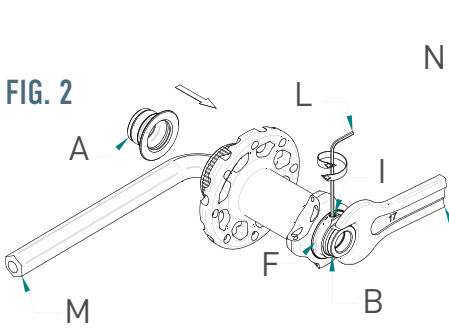
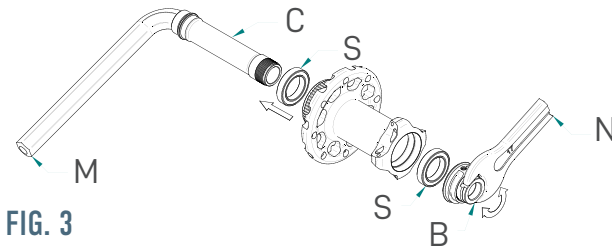

FIG. 2
FIG. 3
- Sullo stesso lato da cui avete sfilato lo scontro, infilate una chiave a brugola (M) da 12mm sul perno mozzo e con una classica chiave da 17mm (N) svitate in senso antiorario lo scontro (B) (Fig. 2)
- Utilizzate un apposito estrattore per fori da 17mm ed estraete entrambi i cuscinetti dalla loro sede (Fig. 3).
- Inserite nuovamente il perno del mozzo (C) e
chiudete lo scontro (B) con la chiave (N) da 17mm alla coppia di chiusura di 15Nm. (Fig. 2)
Se necessario effettuare una registrazione del mozzo agendo sulla ghiera (F) (Fig. 2):
- Allentate il grano con una chiave a brugola (L).
- Richiudete il grano I (Fig. 2).